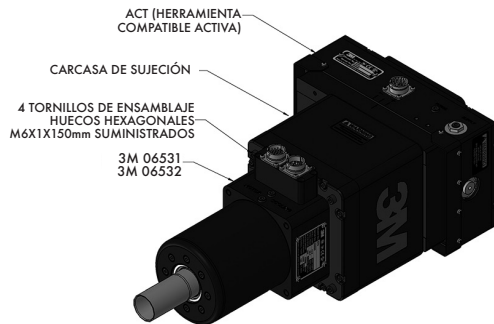

Figura 2. Configuración del eje perpendicular del motor del husillo
Para conectar la herramienta a una ACT en una configuración de eje perpendicular, coloque la carcasa de sujeción/placa de montaje sobre el carro como se muestra en la Figura 2. Luego fije la unidad con cuatro (4) tornillos de ensamblaje huecos hexagonales M6x1x145 mm. Apriete los sujetadores al torque especificado en la sección Especificaciones técnicas. Se pueden insertar pasadores guía de 5 mm y pegarlos en el carro para alinear el motor. Los soportes de sujeción y la placa de montaje tienen agujeros para pasadores guía con espacio libre previamente perforados para esta configuración.